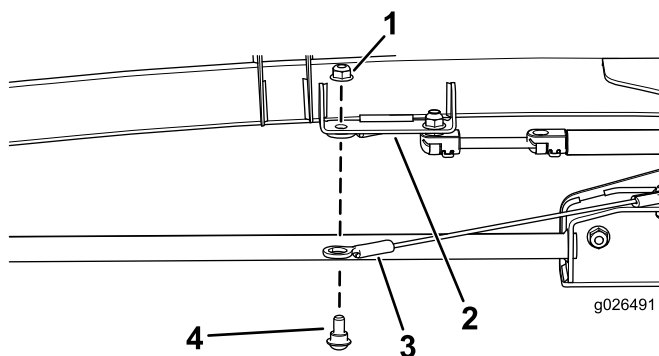

Figure 7
2. Fixez l'autre extrémité du câble dans le trou de support d'amortisseur avant du cadre de la cabine au moyen d'un boulon à épaulement (5/16 x 1/2 po) et un contre-écrou (5/16 po), comme montré à la Figure 7.